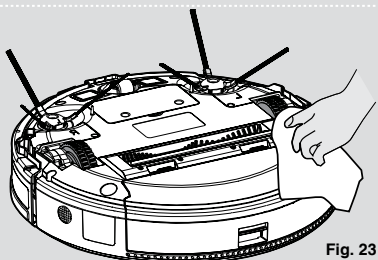

Fig. 23
3. Rengör hjulen med en torr trasa. [Fig. 23]